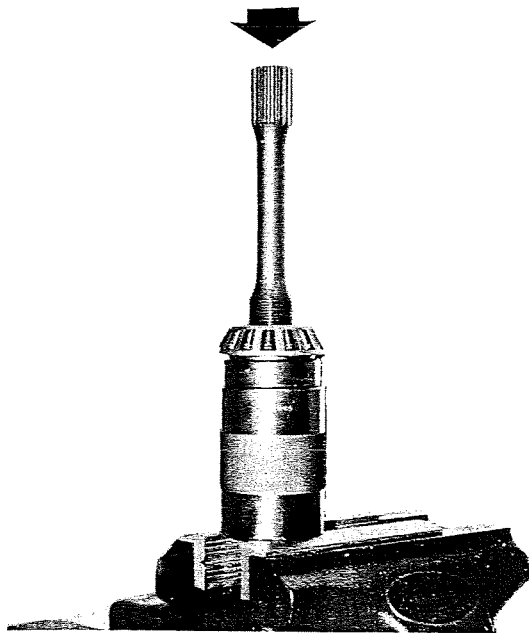

Fig. 20
6. Pressa av kul- och rullagren från vertikalaxeln med hjälp av verktyg 884265 se fig. 20.
7. Skruva loss brickan (30) från propellerlagerhuset och slå ur propelleraxeln ur lagerhuset.
8. Slå upp låsbrickan (25) och skruva loss rundmuttern (26) på propelleraxeln.
9. Pressa av kugghjulet (27) och lagret (24) från propelleraxeln samtidigt. Använd verktyg 884265.
10. Tag bort låsringen (28) och pumphjulet (29) från kugghjulet. OBS! För att inte skada pumphjulet vid demonteringen måste man bända intill de två drivpinarna.
11. Slå ur de två tätningringarna (36) ur propellerlagerhuset.
12. Är nållagret (7) för vertikalaxeln (9) skadat, skall detta demonteras med hjälp av verktygen 884143 och 884281. Verktyg 884281 placeras i nållagrets yttre lagerbana underifrån sedan nålar och nålkorg avlägsnats genom deformation, varefter dorn 884143 pressas i uppifrån. Sedan expandern pressats isär av dornen slås lagerbanan ur.
13. Är nållagret (15) för propelleraxeln skadat demonteras detta med hjälp av verktygen 884169 och 884298. Avdragaren 884298 placeras i nållagret så att dess hullingar kommer på baksidan av lagret. Skruva sedan i urdragaren 884169 så att hullingarna spänns isär och lagret kan demonteras. Nållagrets lagerbana på propelleraxeln demonteras härfter genom att spräcka lagerbanan.